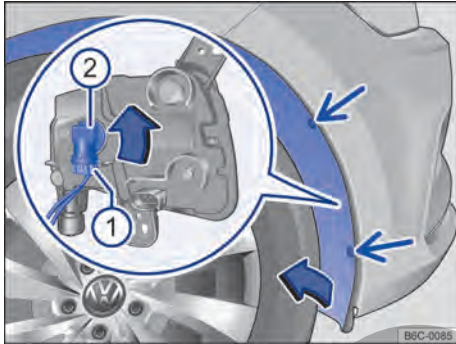

Fig. 166 En la caja de la rueda delantera: acceso a la bombilla del farol de neblina.
- 2 Retirar los tornillos de fijación del guarnecido del pasarruedas → **fig. 166** (flechas) con la ayuda de un destornillador.
- 5 Desencajar el conector de alimentación de la lámpara → **fig. 166** **1**, presionar al mismo tiempo, la traba de fijación del conector.
- 6 Girar el portalámparas → **fig. 166** **2**, en sentido antihorario hasta el tope y desencajarlo del alojamiento.
- 13 Volver a colocar los tornillos de fijación → **fig. 166** (flechas) y ajustarlos.